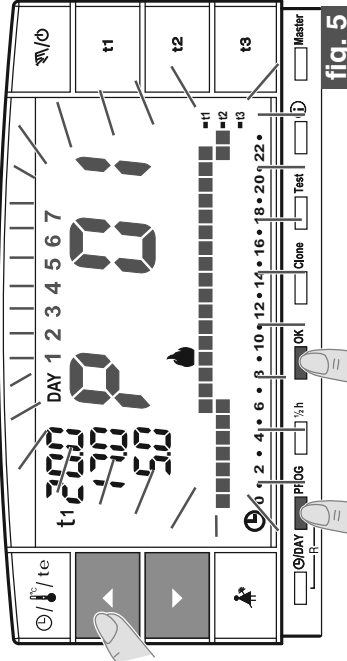

fig. 5
- Si en cambio, desea seleccionar otro programa (fig. 5) pulsar por impulsos la tecla **PROG** (o las teclas ▲ ▼) hasta visualizar en pantalla el programa que se desea (P02 invierno o P03 verano), por tanto pulsar la tecla **OK**.